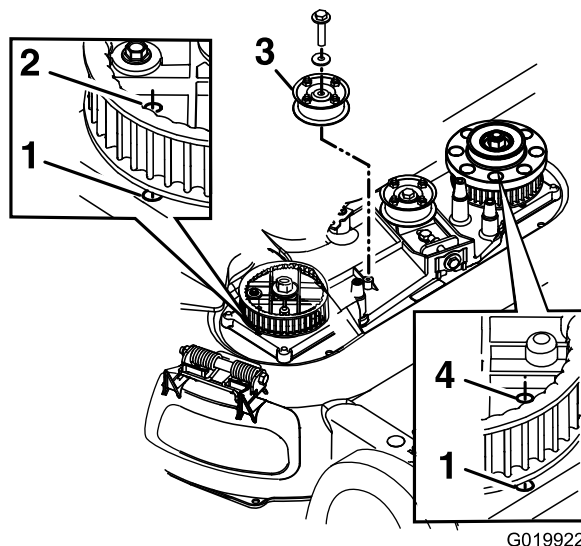

Figure 46
8. Déposez la poulie de tension fixe et les fixations (Figure 46).
10. Alignez les trous des pignons gauche et droit sur les trous du carter, comme montré à la Figure 46.